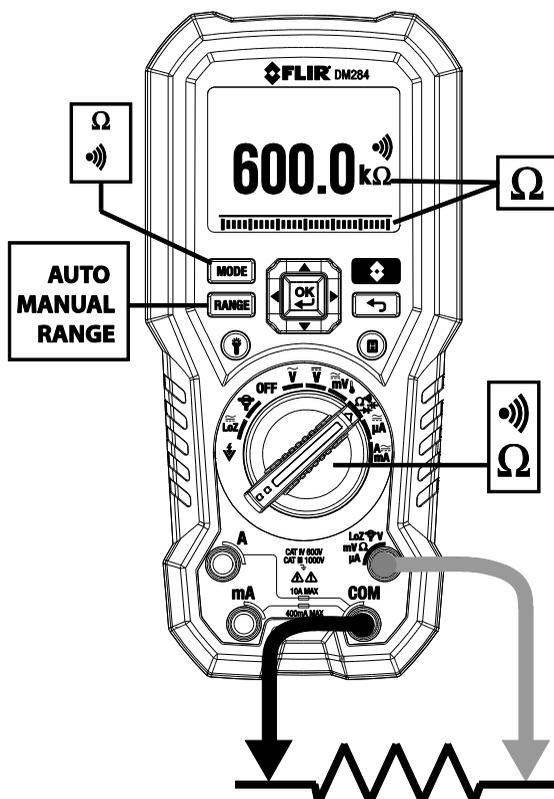

Fig. 7-3 Mesure de la résistance et de la continuité
1. Reportez-vous à la **fig. 7-3**. Mettez le sélecteur de fonction sur la position .